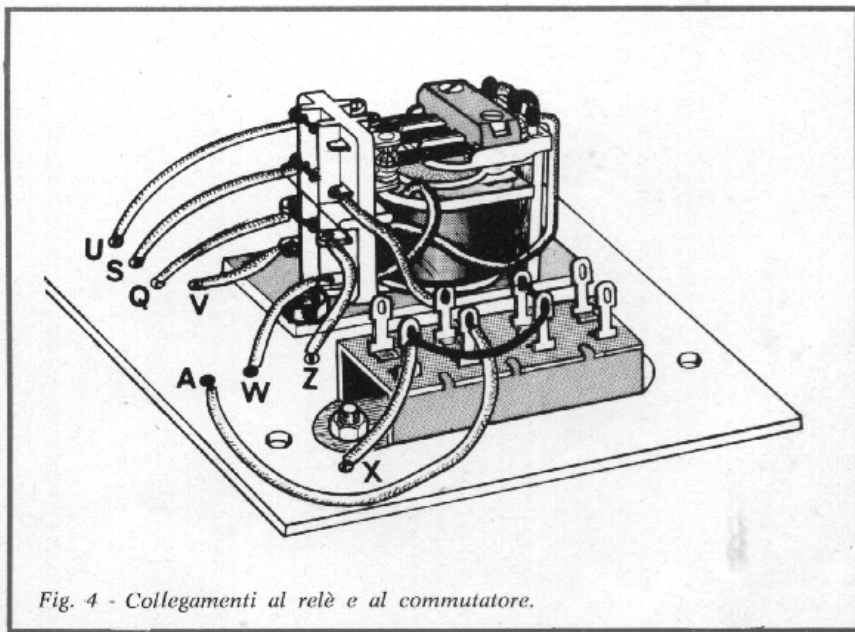

Fig. 4 - Collegamenti al relè e al commutatore.
- Fissare il relè e il commutatore sulla basetta tramite le apposite viti; quindi collegare i fili precedentemente saldati nei punti U-S-Q ecc. come chiaramente indicato in fig. 4.